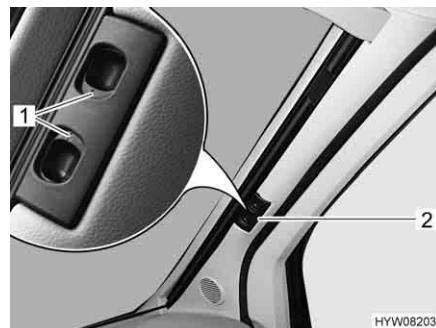

Bild 16 Faltverdunklung für die Frontscheibe
- Entriegelungsgriffe (Bild 16,1) zusammendrücken und gedrückt halten.
- Die Faltverdunklung für die Frontscheibe am Griff (Bild 16,2) zur Fenstermitte hin ziehen.
- Die beiden Hälften der Faltverdunklung für die Frontscheibe am Griff (Bild 16,2) bis zum Anschlag nach außen schieben.
- Entriegelungsgriffe (Bild 16,1) loslassen und einrasten lassen.